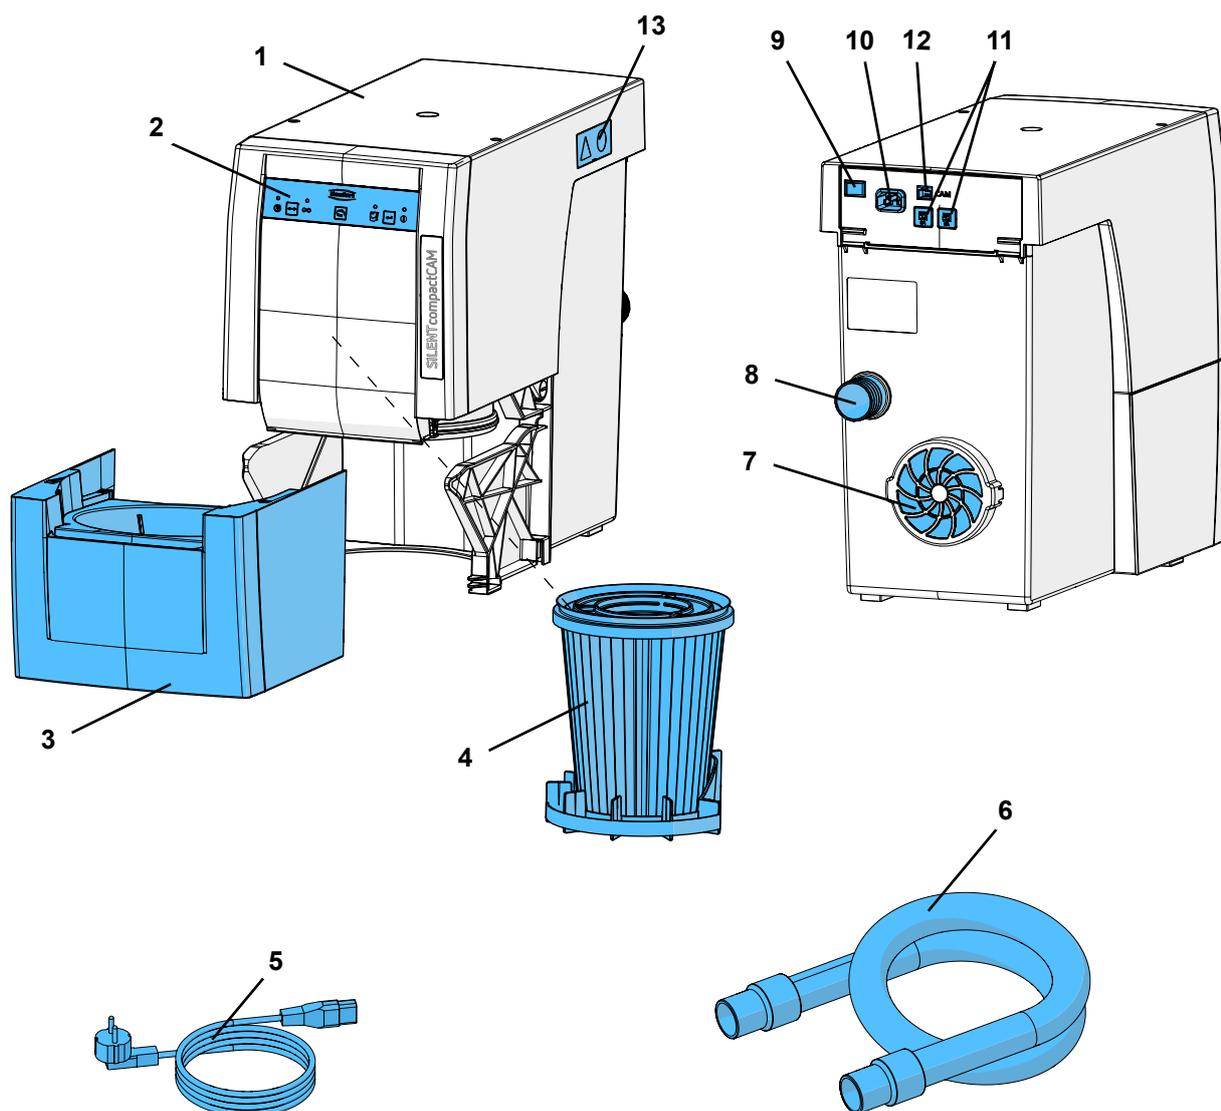

Рис. 1
- вытяжное отверстие (7, рис. 1) оставалось свободным.
- Отверстие в задней стенке шкафа, минимум 250 x 120 мм, непосредственно перед вытяжным отверстием (7, рис. 1).
- ⇒ Выключите прибор, нажав на выключатель (9).
- ⇒ Вставьте сетевой кабель (5, рис. 1) в гнездо подключения к сети (10).
- ⇒ Натяните всасывающий шланг (6, рис. 1) на всасывающий патрубок (8).